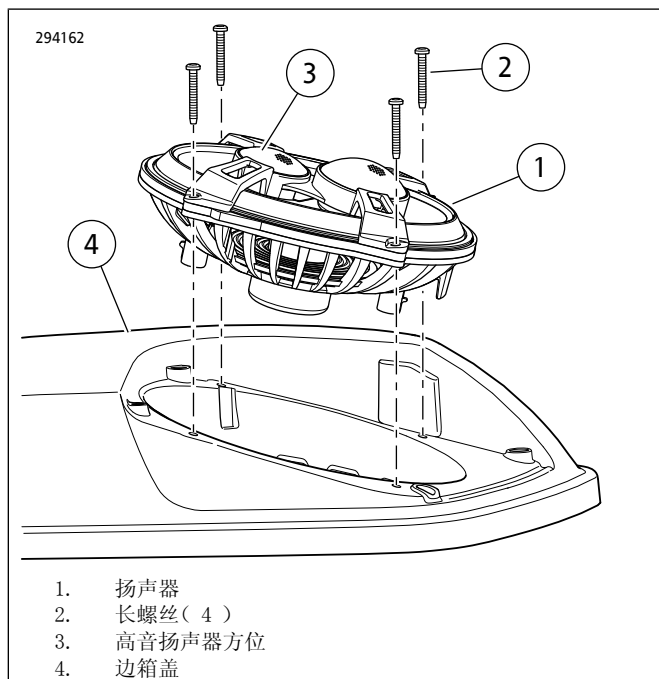

图3。扬声器朝向
7. 参见图3。拆下螺丝(2)。这些螺栓用于将扬声器固定至边箱盖。